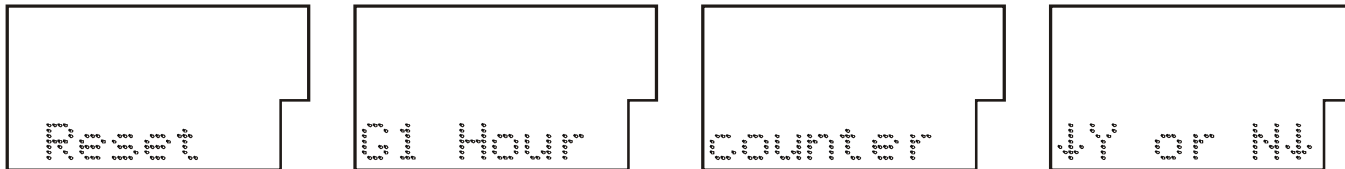

Figura 8: Sinalização do acesso ao reset do horímetro do tempo de operação do grupo de ventilação 1 (G1).
a) pressionar a tecla **R** e **E** até o relé sinalizar o acesso ao reset do horímetro do tempo de operação do grupo de ventilação 1 (G1) como mostrado na figura 8.